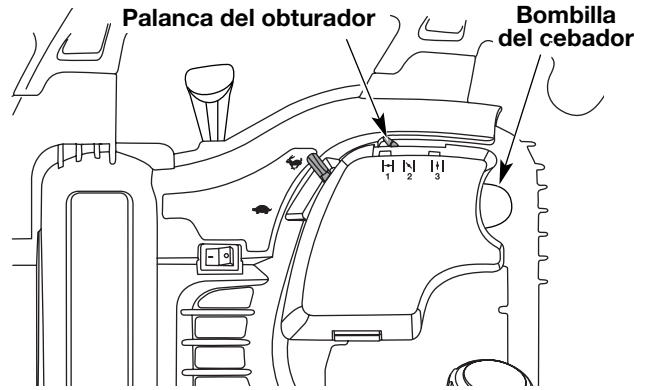

Fig. 13
3. Oprima completamente el cebador y suéltelo 10 veces. Hágalo lentamente. Se deberá ver un poco de combustible en el cebador y en las tuberías de alimentación de combustible (Fig. 13). Si no puede ver el combustible en el cebador, oprímalo y suéltelo tantas veces como sea necesario hasta que vea combustible en el mismo.
4. Coloque la palanca del obturador en **Posición 1** (Fig. 13).
6. Coloque la palanca del obturador en **Posición 2** (Fig. 13).
9. Coloque la palanca del obturador en **Posición 3** (Fig. 13) la unidad está lista para usarse.
2. Coloque el control de encendido y apagado en posición de APAGADO (O) (Fig. 13).